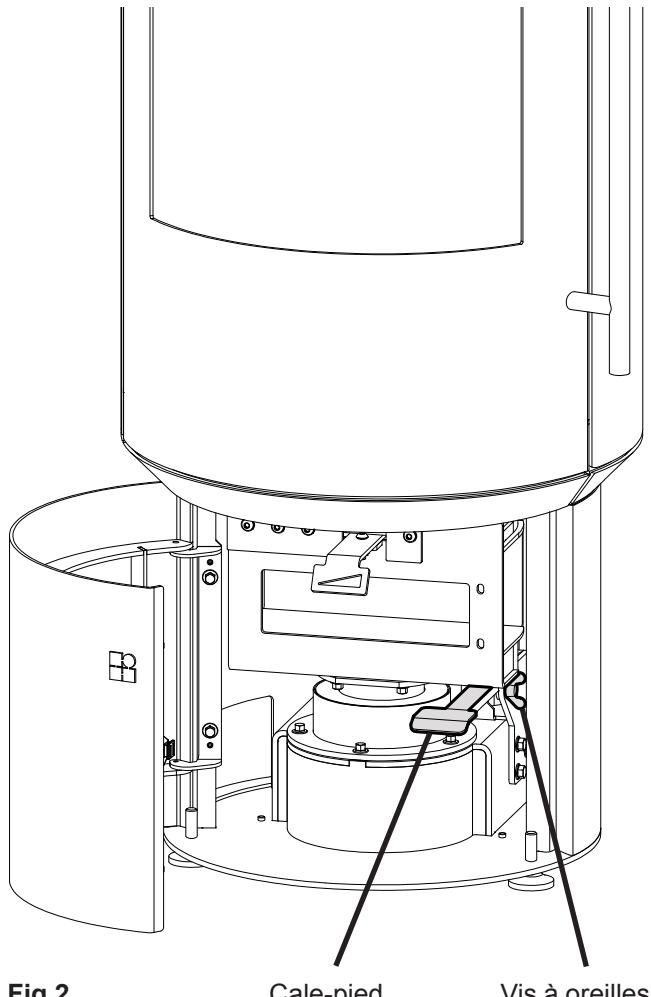

Fig.2
Le poêle est fourni bloqué, c'est-à dire non pivotant. Si le poêle doit pouvoir pivoter, dévisser et ôter la vis à oreilles située sur le côté droit du cale-pied (voir Fig.2). Le cale-pied se trouve derrière la porte de visite.
- Pour faciliter l'installation de l'OEC, tourner complètement la partie pivotante de l'appareil en actionnant le cale-pied (voir Fig.2) vers la gauche ou vers la droite. Pour débloquer le cale-pied voir chapitre «Poêle pivotant».